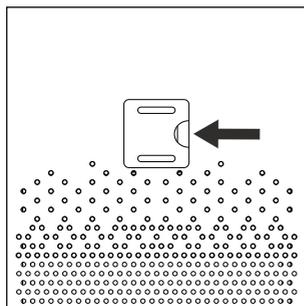

Fig. 1
2. Ouvrez le cache du compartiment à capteur de particules **11** au dos de l'appareil en passant le doigt dans l'ouverture du cache **11** (voir fig. 1). Tirez ensuite le cache **11** dans votre direction, jusqu'à ce qu'il s'ouvre.